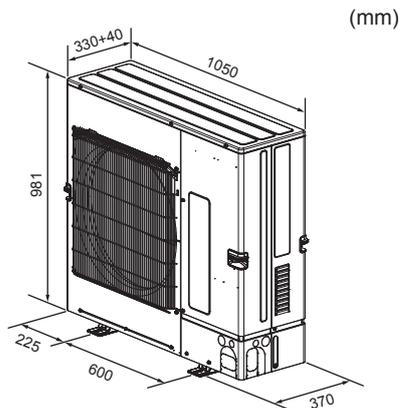

Fig. 2-3
2.3. Utvendige dimensjoner (utendørsenhet) (Fig. 2-3)